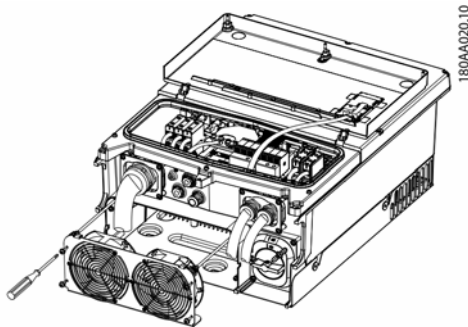

Figure 1.3
- Le ventilateur est situé sur la partie inférieure de l'onduleur. Dévissez les quatre vis (TX 20) fixées l'unité de ventilateur. Voir figure 1.3